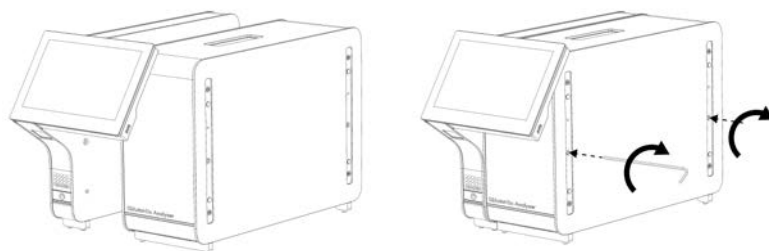

Figura 6. Fixação do módulo operacional no módulo analítico.
3. Remova o módulo operacional da respetiva caixa e fixe-o no lado esquerdo do módulo analítico. Aperte os parafusos utilizando a ferramenta de montagem do módulo analítico-operacional fornecida com o QIAstat-Dx Analyzer 1.0 (Figura 6).